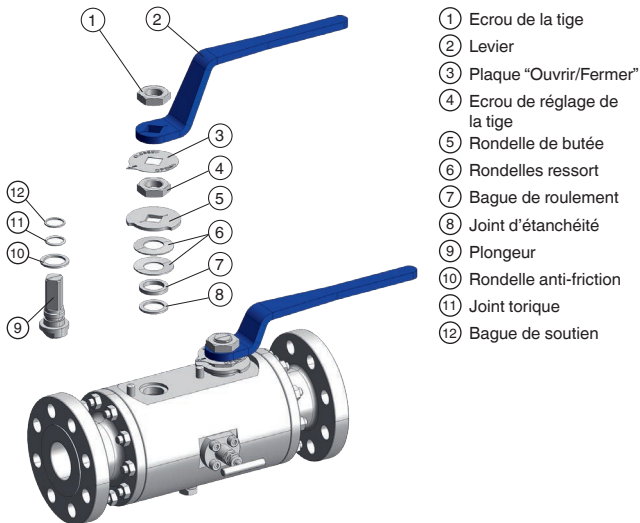

Fig. 2 - Remplacement du joint de la tige
2. Positionner la rondelle anti-friction (Fig. 2, 10) sur la tige (Fig. 2, 9).
3. Utiliser une aide au montage pour insérer le joint torique (Fig. 2, 11) sur la tige (Fig. 2, 9) pour éviter tout dommage causé par le filetage.
4. Le cas échéant, placer la bague de soutien (Fig. 2, 12) sur la tige (Fig. 2, 9).
6. Insérer la tige (Fig. 2, 9) dans le perçage de la tige avec précaution. Éviter d'endommager le joint de la tige et le corps de vanne.
14. Insérer la bague d'étanchéité (Fig. 2, 8) et la bague de roulement (Fig. 2, 7).
15. Insérer les rondelles ressort (Fig. 2, 6), la première avec la face convexe vers le bas et la deuxième avec la face convexe vers le haut.
16. Insérer la rondelle de butée (Fig. 2, 5) et l'écrou de réglage de la tige (Fig. 2, 4) sur la tige et le serrer.
17. Le cas échéant, placer la plaque "Ouvrir/Fermer" (Fig. 2, 3) sur la tige.
- Placer la poignée du levier (Fig. 2, 2) sur la tige et appliquer une petite quantité de frein filet sur l'écrou de la tige (Fig. 2, 1).
- Maintenir l'écrou de réglage de la tige (Fig. 2, 4) à l'aide d'une clé plate et serrer l'écrou de réglage (Fig. 2, 1).